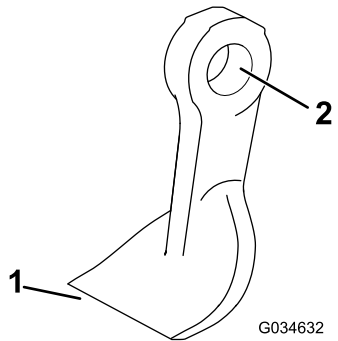

Figura 21
3. Inspeccione cada lâmina para detetar danos, dando particular atenção aos fixadores, à extremidade de corte e ao orifício de instalação (Figura 21). Substitua todas as lâminas e fixadores danificados.